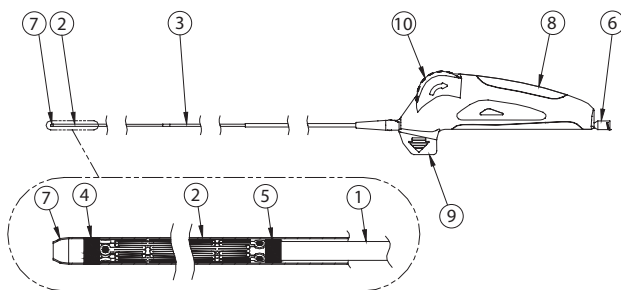

Figura 1. Sistema de liberación Entrust
El sistema de liberación Entrust, que se muestra en la **Figura 1**, tiene un diseño de eje triaxial que consta de un eje interior (1), una vaina exterior retraíble plateada (2) y una vaina de aislamiento dorada (3) para facilitar el uso durante el despliegue. El asa de despliegue ergonómica (8) tiene un perno de bloqueo de seguridad extraíble (9), una rueda de despliegue (10) y un conector luer (6).